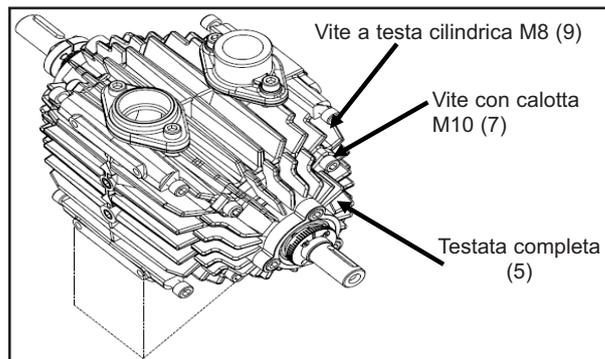

Figura 27
5. Inserire la seconda testata completa seguendo le istruzioni indicate nella fase 2 qui sopra ; vedi figura 27.